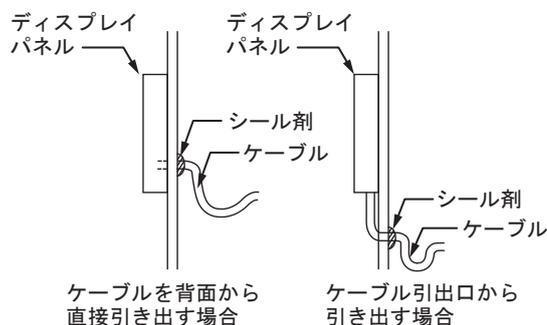

図9 ケーブルの配線
- (4) ケーブル配線上の注意
- 水の浸入を防ぐため、図9のようにたるませてください。